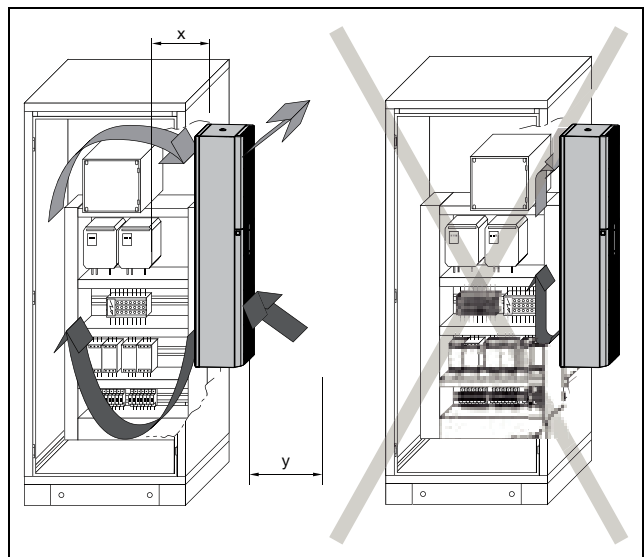

Bild 7: Luftcirkulation i apparatskåpet
- Uppställningsplatsen och därmed placeringen av kylaggregatet måste väljas på så sätt att en god ventilation säkerställs (inbördes avstånd mellan kylaggregat minst 200 mm. För avståndet till väggen, se avståndet "y" i bild 7 eller i tab. 2).
- Dimensionera avståndet "x" (bild 7) till elektronikkomponenter och andra skåpenheter så att den nödvändiga luftcirkulationen inte hindras eller byggs för.